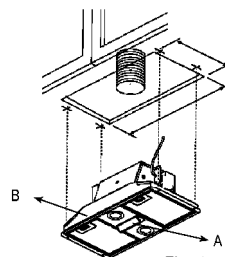

Fig. 2
2. Foreta den elektriske forbindelsen (fig. 2). Kjøkkenviften er utstyrt med 1 eller 2 ledninger. TFMH med 1 ledning til strømkilden. Dessuten TFH med 1 ledning til bruk for ekstern ventilator.
3. Bestem hvor betjeningspanelet skal plasseres (fig. 2, A, B):
4. Monter kjøkkenviften (fig. 2) i åpningen og fest den til kabinettet med 4 av de vedlagte skruene (8 skruer er vedlagt, som trengs til 80 cm-modellen).